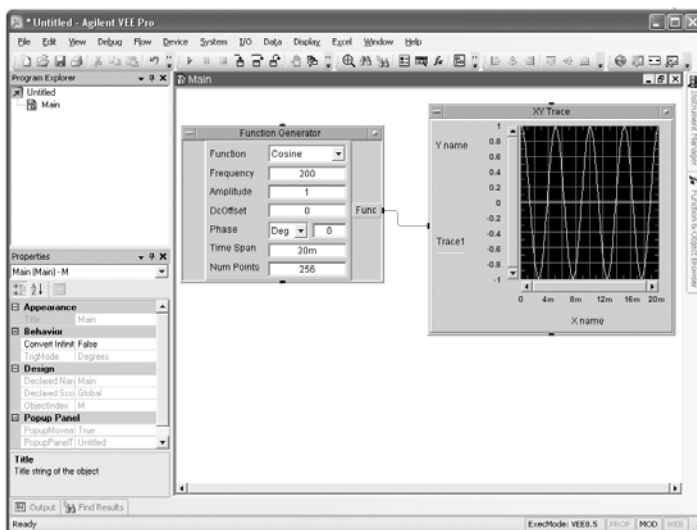

Рис. 1.3
2. Выбрать объект для отображения на экране генерируемой функции из главного меню (Display→XY Trace) и соединить между собой эти два объекта линией передачи данных. Затем запустить программу зеленой кнопкой запуска на панели инструментов или из главного меню (Debug→Run/Resume), после чего на экране появится изображение, аналогичное рис. 1.3.